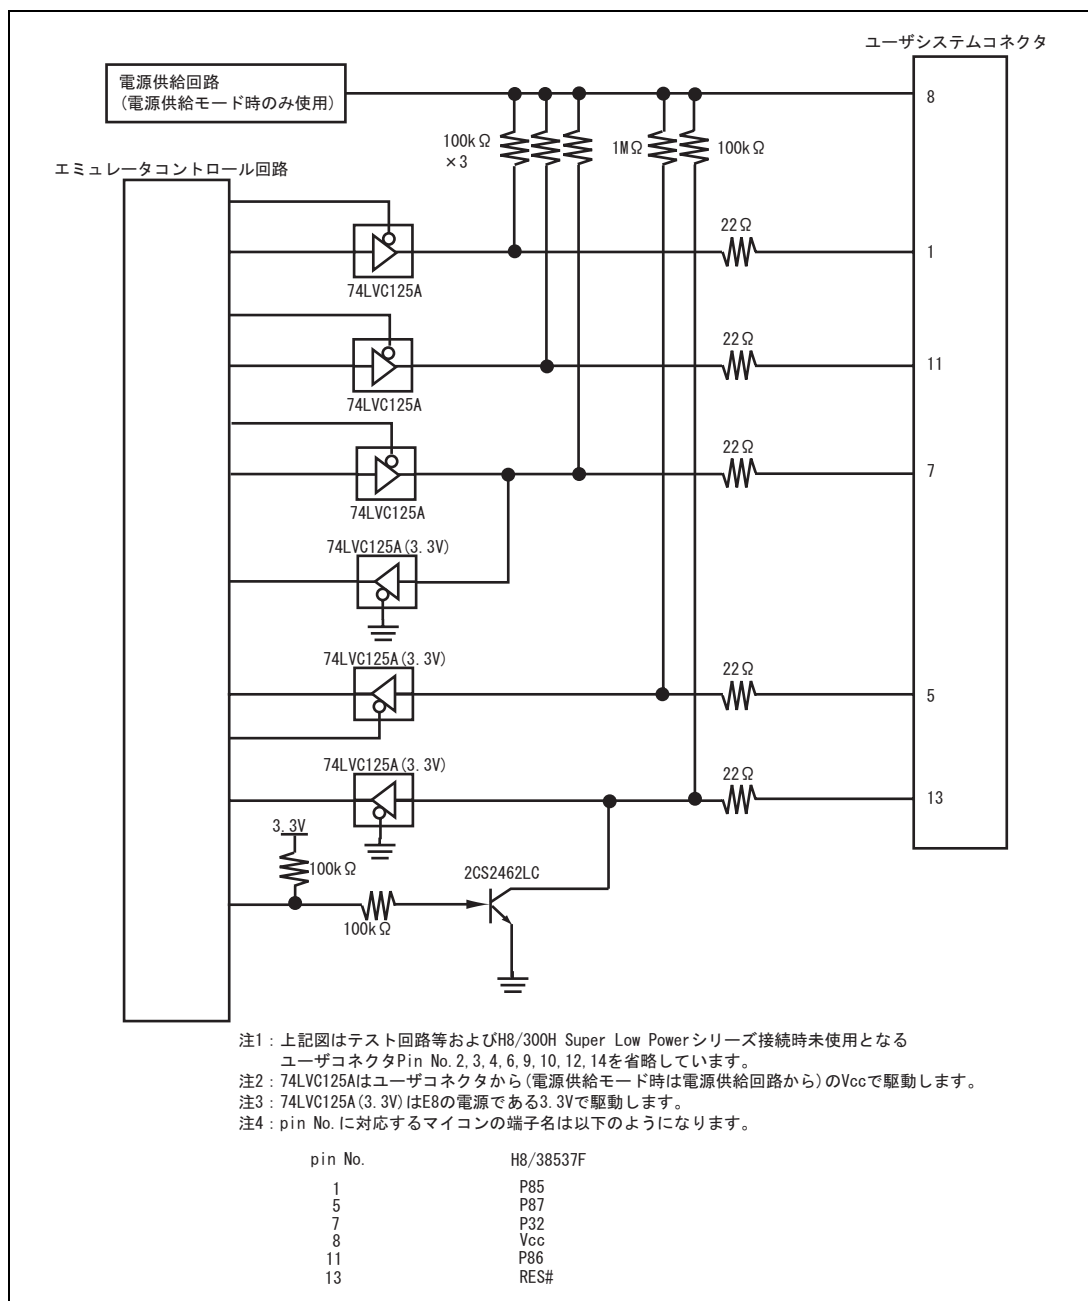
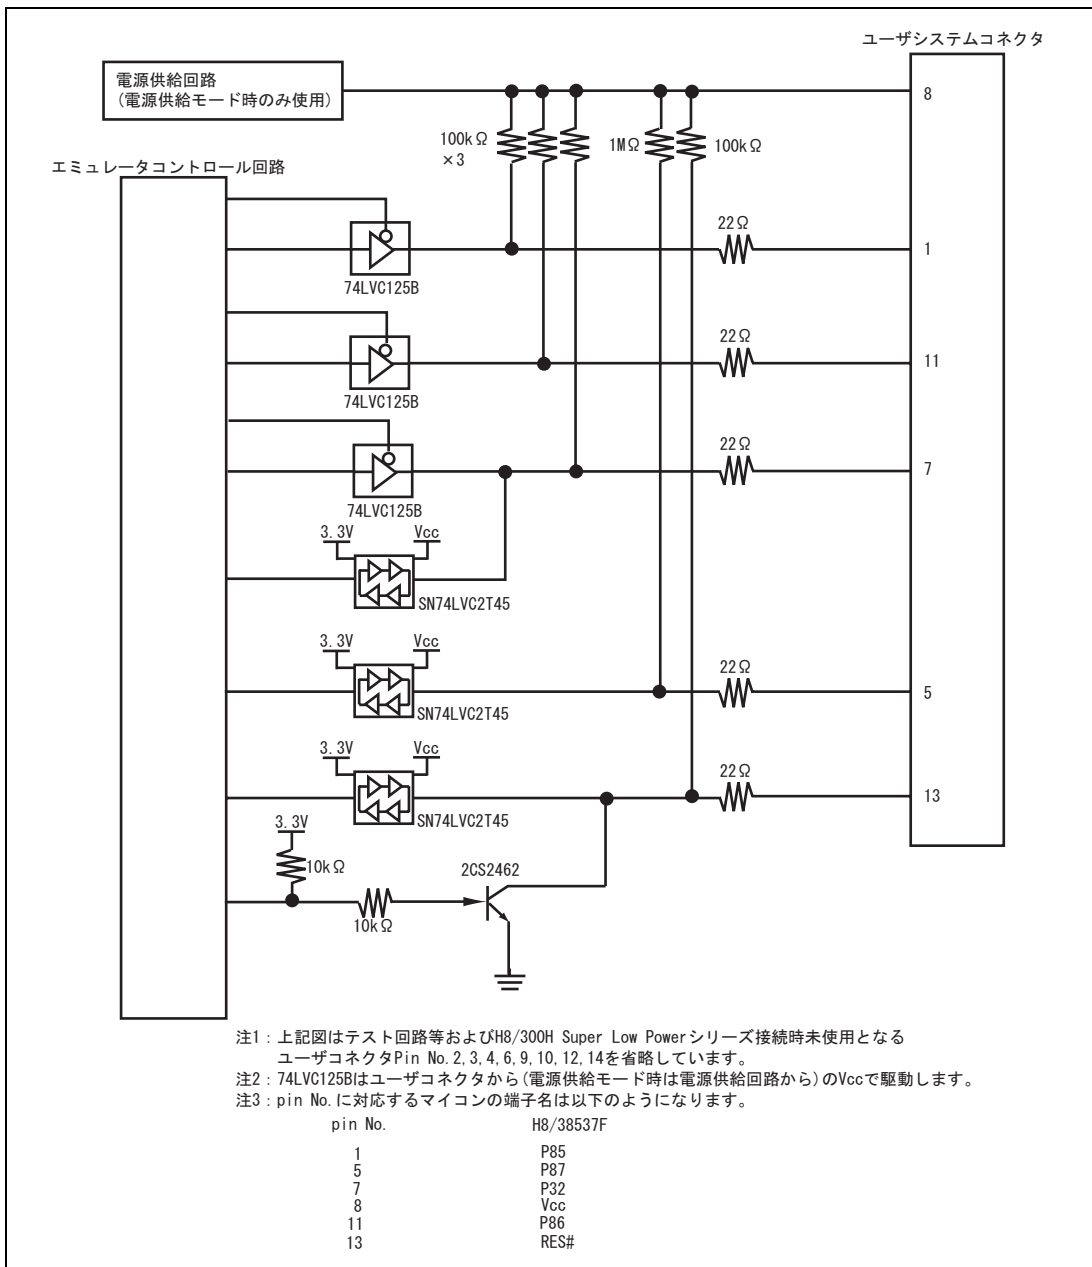

図 4.5 E8 エミュレータ内インタフェース回路 (参考)
図 4.6 E8a エミュレータ内インタフェース回路 (参考)
6. 図 4.5 に E8 エミュレータ内インタフェース回路を示します。図 4.6 に E8a エミュレータ内インタフェース回路を示します。プルアップ抵抗の値などを決定するときに参考にしてください。